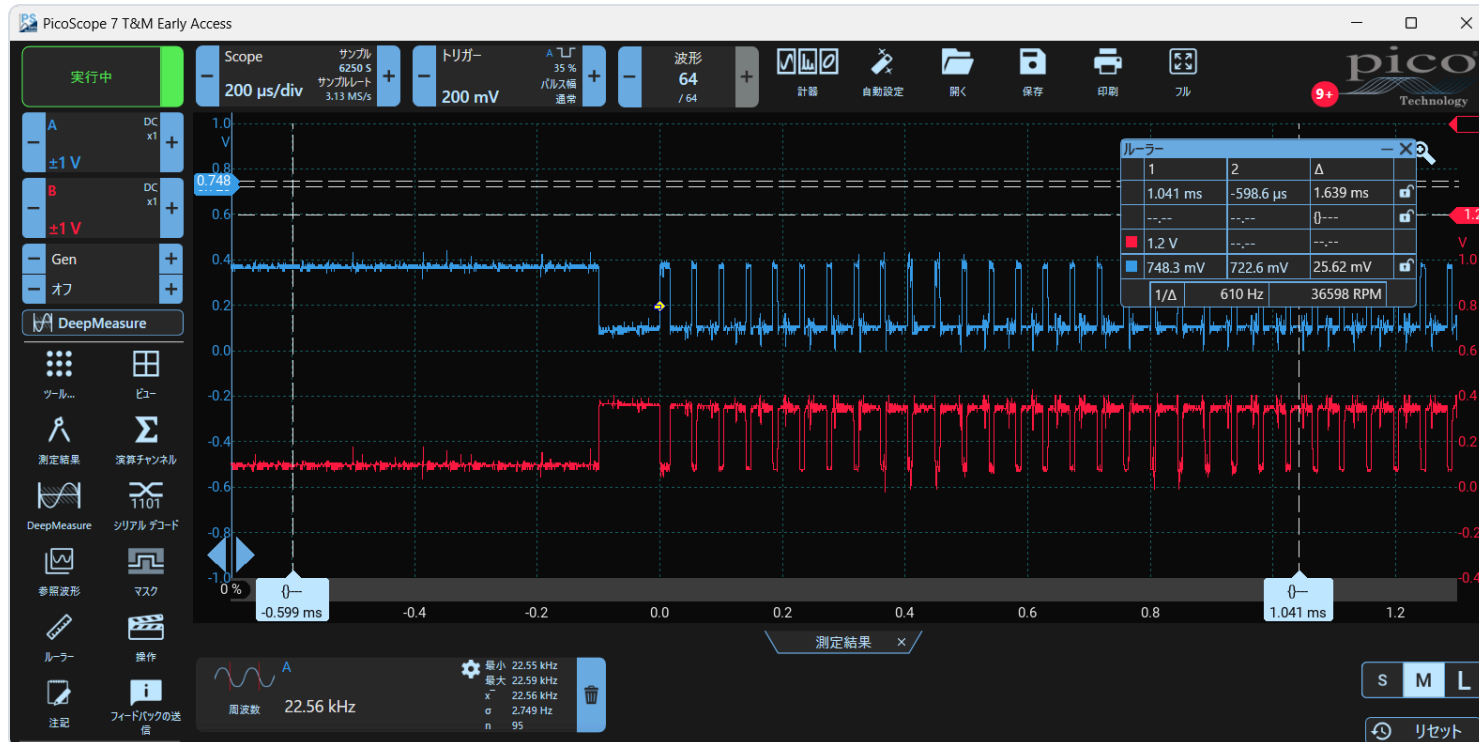

図 5 PicoScope 7 の実画面(200μs/div)。青 = ch A、赤 = ch B(DMX の +線 と -線。逆の動きになる)。
2. 図 5 のような波形が出たら、ルーラーを BREAK の落ち込みの始まりと終わりに合わせて長さを読む。